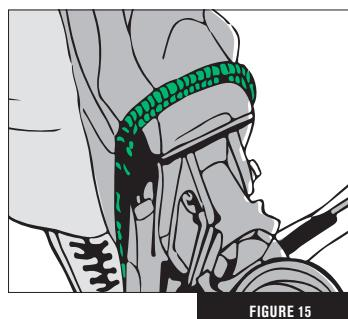

FIGURE 15
3. Coloque el centro del cable de amartillado en la ranura de la cuerda. (Fig. 15)